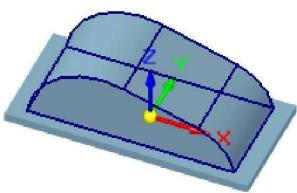
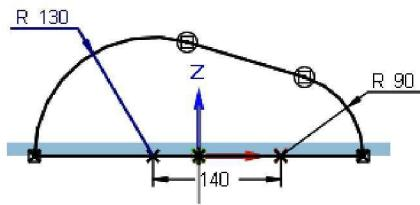

图 1.4 拉伸特征 2
图 1.5 截面草图
Step3. 创建图 1.4 所示的拉伸特征 2。在 **实体** 区域中单击 按钮，选取前视图 (XZ) 平面作为草图平面，绘制图 1.5 所示的截面草图，绘制完成后，单击 按钮，选择命令条中的“对称延伸”按钮 ，在 **距离**: 下拉列表中输入值 160，并按 Enter 键，单击“拉伸”命令条中的 **完成** 按钮，单击 **取消** 按钮，完成拉伸特征 2 的创建。